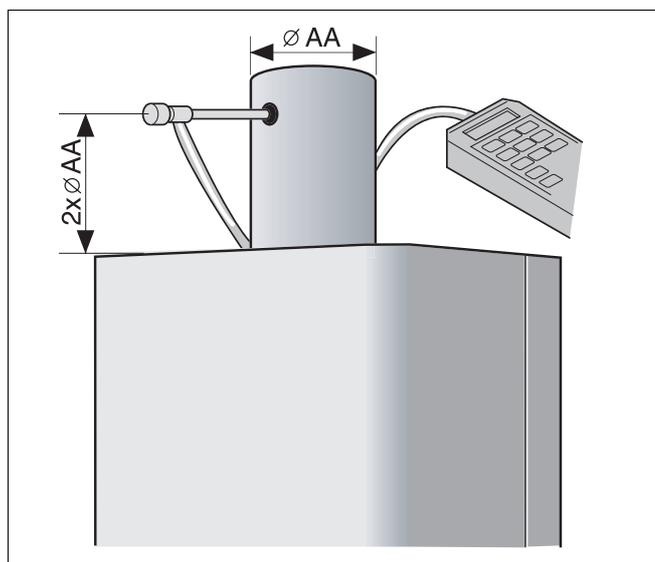

Fig. 19 Raccordo sistema aria comburente - gas combusti
- Praticare un foro nella parte anteriore del tubo dei gas combusti, ca.  $2 \times \varnothing AA$  (collegamento per gas combusti) prima del collegamento per gas combusti (fig. 19).